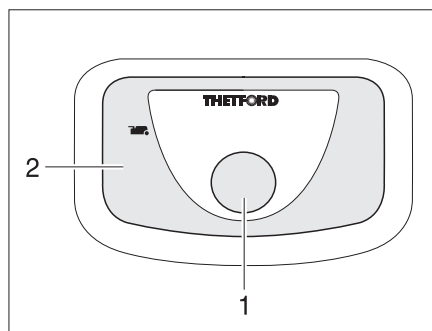

Bild 145 Spülknopf/Kontroll-Leuchte Thetford-Toilette
- Zum Spülen den blauen Spülknopf (Bild 145,1) drücken.
Die Kontroll-Leuchte (Bild 145,2) leuchtet, wenn die Thetford-Kassette entleert werden muss.
- Den Schieberhebel (Bild 145,1) im Uhrzeigersinn schieben. Der Schieber wird geschlossen. Zum Entleeren **muss** in der Thetford-Toilette der Schieber geschlossen sein.
- ▷ Nachdem der Wassertank entleert wurde, den blauen Spülknopf (Bild 145,1) mehrere Male betätigen, bis kein Wasser mehr aus dem Spülkasten austritt.